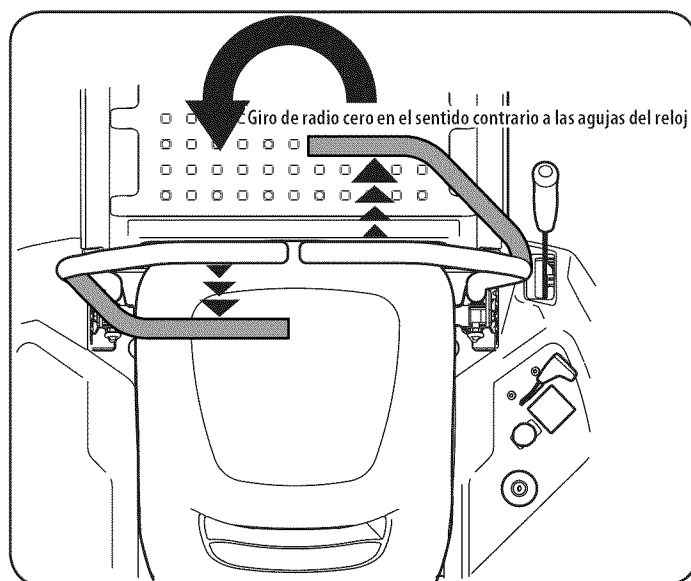

Figura 17
3. Para girar en sentido contrario a las agujas del reloj, mueva la palanca de control del lado derecho hacia adelante mientras mueve simultáneamente la palanca de control izquierda hacia atrás. Vea la Figura 17.